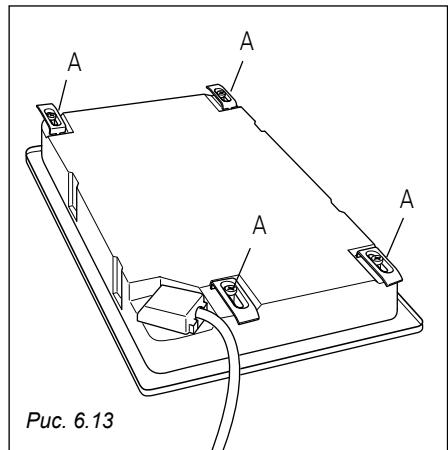
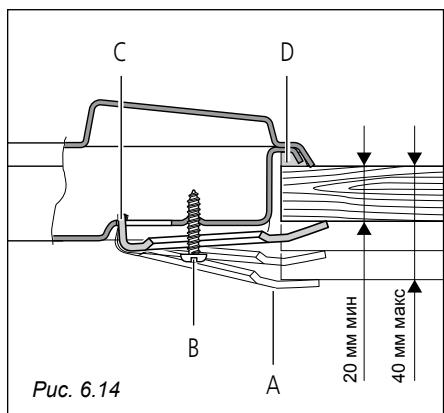
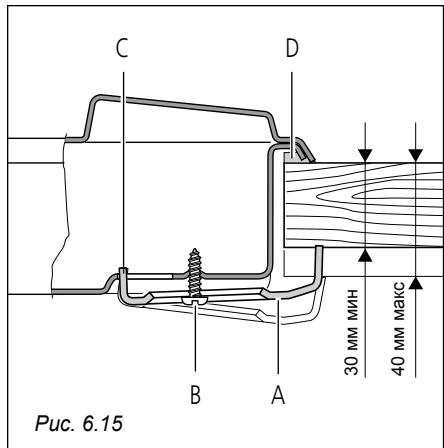

Рис. 6.13
Рис. 6.14
Рис. 6.15
Каждая варочная панель оснащена установочными крепежами с возможностью регулирования по толщине от 20-30 до 40мм. (рис. 6.14 для электрических панелей) и (рис. 6.15 для стеклокерамики).
- ✓ переверните варочную панель и установите крепежи «A» (рис. 6.13), слегка закрепив винты «B». Убедитесь, что крепежи установлены правильно, как это показано на рис. 6.14 и 6.15.